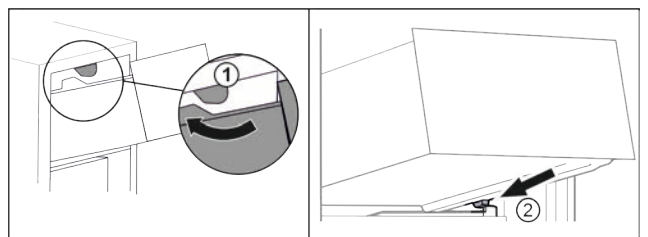

Fig. 21
- ▶ Обведите выдвижной ящик вокруг верхнего стопора Fig. 21 (1).
- ▶ Наклоняя вниз, установите выдвижной ящик за нижние стопоры на контейнерное ребро Fig. 21 (2).